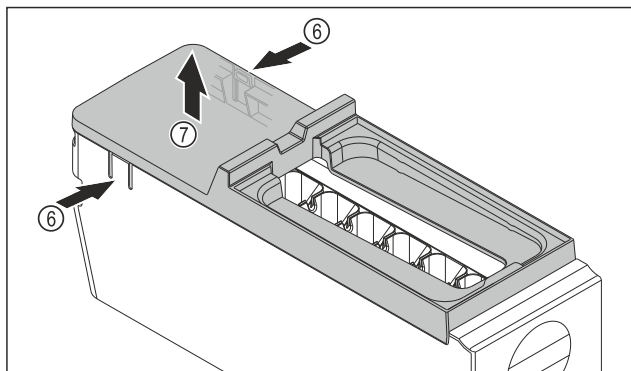

Fig. 146
- Зняти кришку з корпусу EasyTwist-Ice: натиснути однією рукою на накладку Fig. 146 (6) з обох боків корпусу EasyTwist-Ice.
- Зняти кришку Fig. 146 (7), потягнувши її вгору іншою рукою.